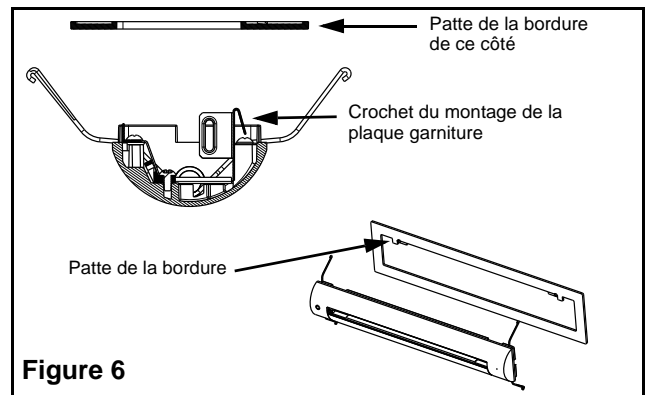

Figure 6
3. Installation encastrée (Figure 6). Fixez la bordure plate à la plaque garniture. Orientez la bordure et l'enclencher en place avec les deux pattes qui se trouvent derrière les crochets des supports latéraux.